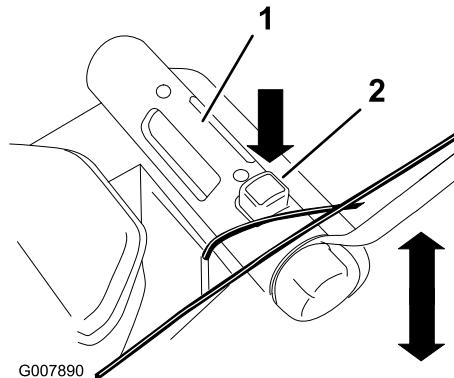

Bild 17
4. Drücken Sie die Taste für das Einstellen der Schnitthöhe und halten Sie den Einstellgriff für die Schnitthöhe fest, um die Schnitthöhe nach oben oder unten zu verstetllen (Bild 17).